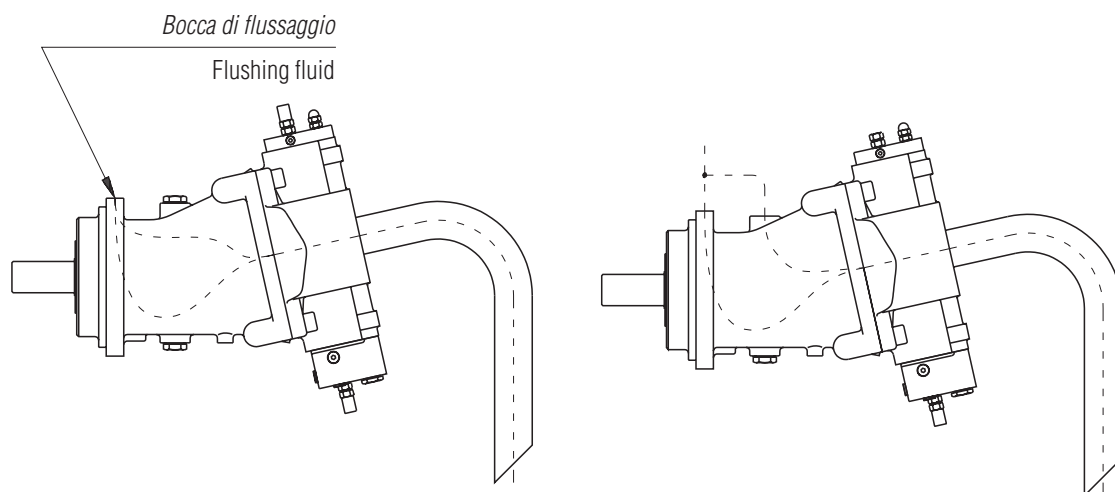

Figura 4 - Flussaggio cuscinetti / Figure 4 - Bearings flushing
Nel caso di installazione con l'albero rivolto verso l'alto dei motori e delle pompe a pistoni assiali per circuito aperto o nel caso di elevate temperature del fluido di lavoro in serbatoio ( $>50^{\circ}$ ) o di lunghi periodi di funzionamento a pressioni elevate ( $> 300$  bar) si raccomanda di flussare i cuscinetti dell'unità a pistoni con olio ad una temperatura  $\leq$  di quella del serbatoio. Il flussaggio dovrà avvenire attraverso l'apposita bocca R (Figura 4).
**Attenzione:** le pompe H1V con comando a pressione costante (PC, PCR, PI+PC etc.) devono essere obbligatoriamente flussate nel caso di funzionamento in annullamento per un tempo superiore ai 5 min ed una pressione superiore ai 200 bar (2900 psi). In questo caso si consiglia di utilizzare per il flussaggio sia la bocca R che la bocca S1 o S2 (Figura 4).